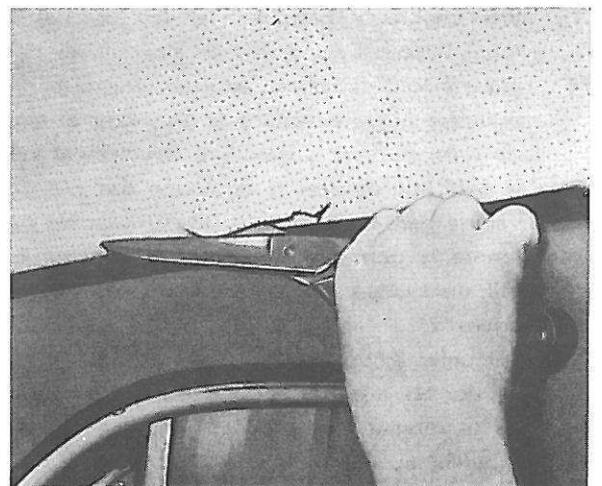

Figure 72. Découpage de la garniture du toit
2. Découpez et enlevez l'ancienne garniture du toit, figure 72.